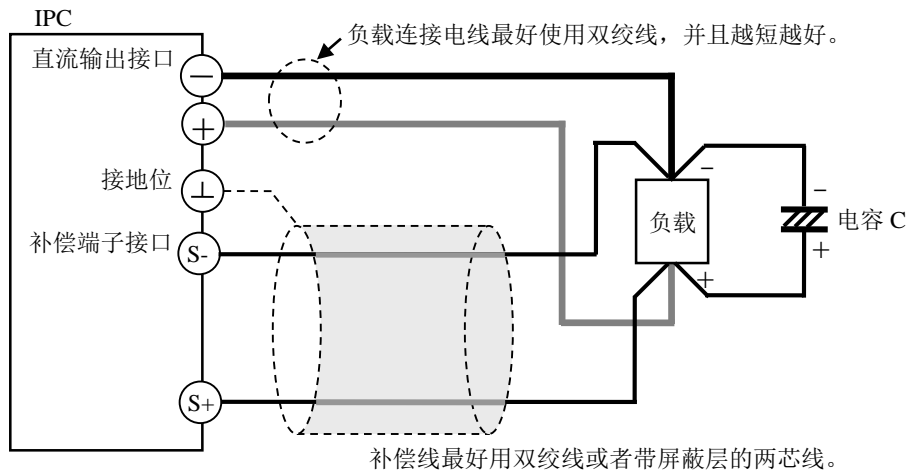

图 3-3 远端电压补偿模式
2. 如图 3-3，用电线连接电压补偿接口的 S+和 S-引脚到负载的正极和负极